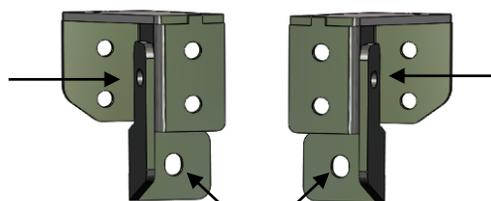

Рис.3
4. Установить левый и правый кронштейны №2 металлического каркаса в штатные отверстия автомобиля болтами М10х25 и стянуть их болтами М10х25 с кронштейнами №1 (рис.3). **ВНИМАНИЕ! Болты не затягивать!**